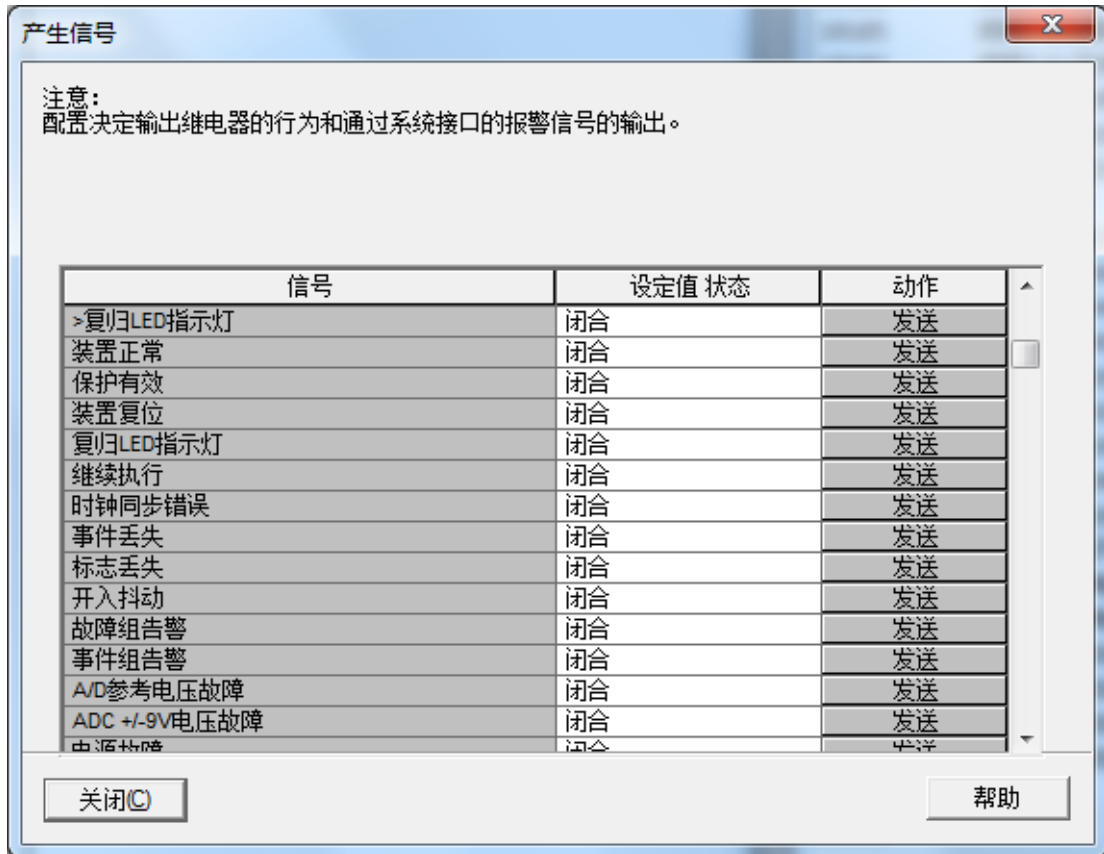

图 3-11 产生信号示例
3. 双击列表中的*产生信号*，打开相关信息对话框，如图 3-11 所示。